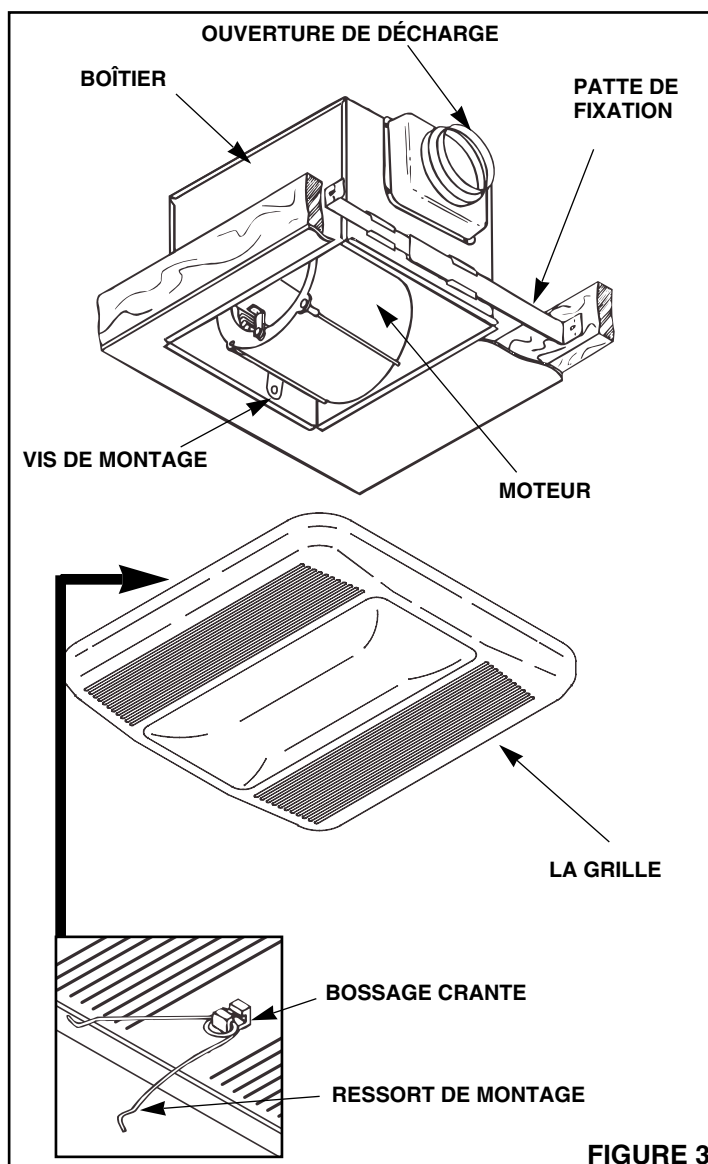

FIGURE 3
- Reportez-vous à la Figure 3.** Resserrez la vis à fond.